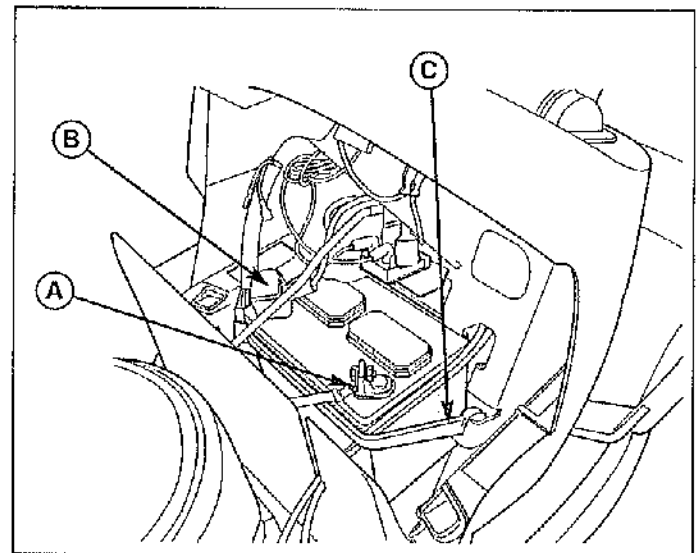

Figure 25. Batterie
1. Débrancher les câbles de la batterie, le négatif en premier (A, figure 25).
2. Retirer la bride de maintien de la batterie (C) et la batterie.
5. Remettre la batterie dans son compartiment et l'assujettir avec la bride (C).
6. Rebrancher les câbles de la batterie, positif en premier (B).